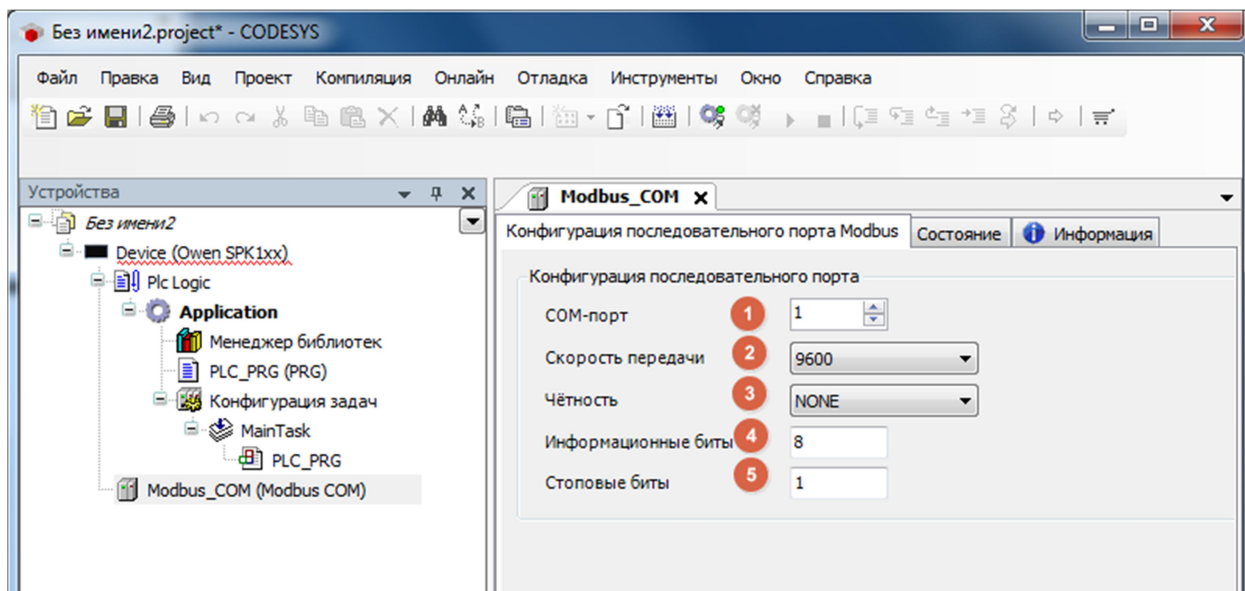

Рисунок 4.3 – Параметры связи
4.1.6 В окне редактирования свойств (правая часть окна) задайте следующие параметры (рисунок 4.3):